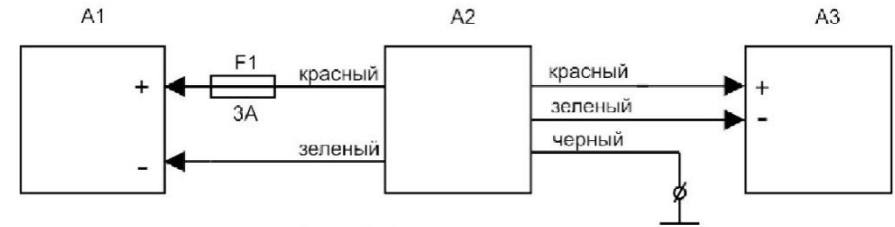

Рис. 1. Схема подключения
5. Выполните подключение к системе согласно рис.1. При этом черный провод, имеющий наконечник с отверстием, необходимо подключить к «массе», надежно закрепив на болту заземления